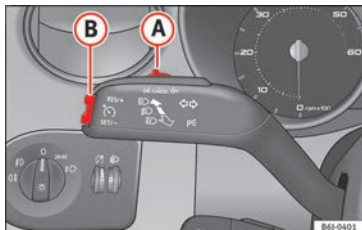

Abb. 147 Blinker- und Fernlichthebel: Schalter und Wippe für die Geschwindigkeitsregelanlage
- Schieben Sie den Schalter » **Abb. 147** (A) nach links auf **ON**.